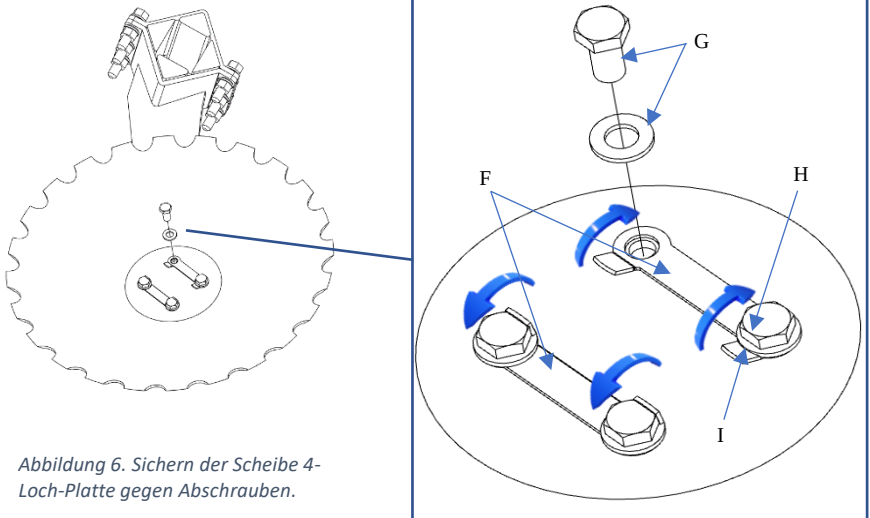

Abbildung 6. Sichern der Scheibe 4-Loch-Platte gegen Abschrauben.
- die Sicherheit der Nabenscheibe überprüfen. Die Nabe wird mit einer Unterlegscheibe (A) und einer Unterlegscheibe unter der Mutter (B) befestigt. Die Mutter der Scheibennabe (C) festziehen. Das Anzugsdrehmoment der Nabenmutter (C) beträgt **280÷300 Nm** - diesen Wert während des Betriebs der Maschine und nach dem Austausch von Bauteilen überprüfen. Die Mutter wird durch eine spezielle Unterlegscheibe (D) und einen Segerring (E) gegen Verdrehen gesichert.
- sicherstellen, dass die 4-Loch-Scheibe (falls vorhanden) richtig befestigt ist. Spezielle Sicherungsbleche (F) verhindern das Abschrauben der Scheibe. Nach der Platzierung der Platten auf der Platte (wie in Abbildung 6), die Schrauben und Unterlegscheiben (G) so anziehen, dass die Kante des Schraubenkopfes (H) parallel zur Biegung des Plattenauges (I) liegt. Zum Schluss das Ohr der Platte in Richtung des Schraubenkopfes biegen (Abbildung 6), um die Schraube gegen Lösen zu sichern. Diese Verbindung ist bei der Benutzung der Maschine zu überprüfen.